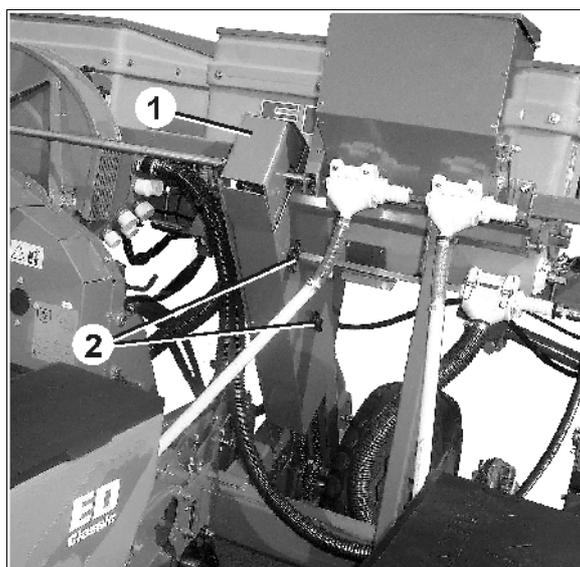

Fig. 50
1. Desserrer les écrous à ailettes (Fig. 50/2).
2. Enlever la protection de chaîne (Fig. 50/1).